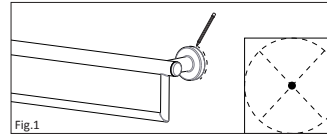

Fig. 1
- Use a pencil and mark the centers on each side of the product for the mounting locations (see Figure 1).
(Fig. 1).
4. Con un lápiz marque los centros de las posiciones de agujeros de montaje de un extremo. (Fig. 1).